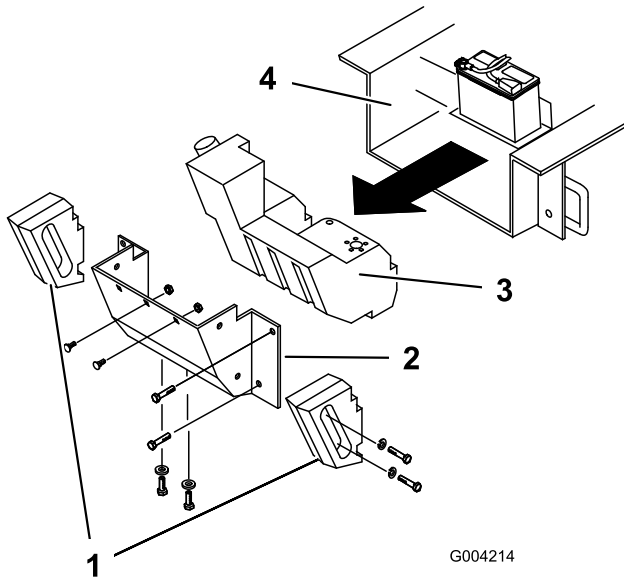

Bild 65
Öffnen Sie die Motorhaube und untersuchen Sie die Stellen unter dem Motor regelmäßig mit einer Taschenlampe. Führen Sie die folgenden Schritte aus, wenn die Schmutzschicht 2,5 bis 5 cm dick ist (siehe Bild 65 für diese Schritte):
5. Entfernen Sie die Schrauben, Scheiben und Sicherungsscheiben, mit denen die beiden seitlichen Gewichte befestigt sind und entfernen Sie die Gewichte (Bild 65).
8. Entfernen Sie die sechs Muttern und Schrauben; mit denen die hintere Abdeckung befestigt ist und nehmen Sie sie ab (Bild 65).
10. Schieben Sie den Kraftstofftank nach hinten (Bild 65).
17. Schieben Sie den Kraftstofftank halb durch in den Rahmen (**Bild 65**).
23. Setzen Sie die hintere Abdeckung wieder auf und befestigen sie mit den vorher entfernten sechs Schrauben und Muttern (**Bild 65**).
25. Befestigen Sie die Seitengewichte mit den vorher entfernten Schrauben, Scheiben und Sicherungsscheiben (**Bild 65**).